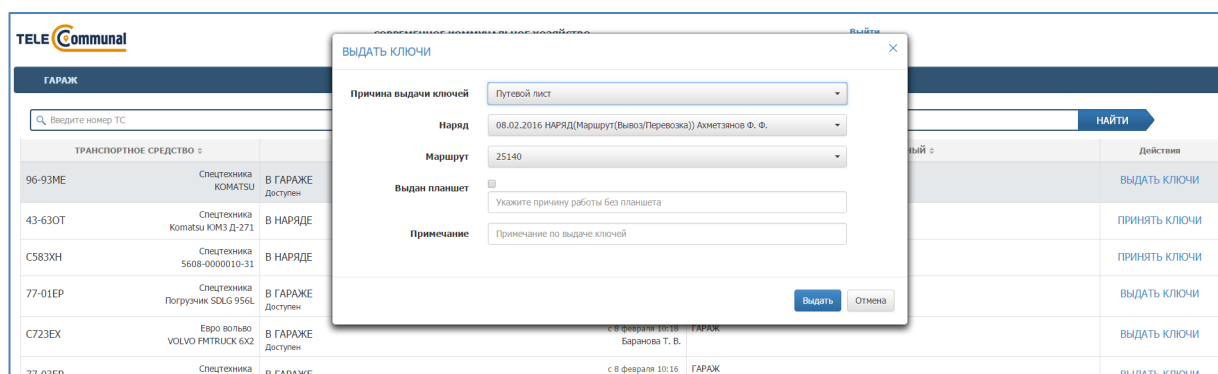

Рисунок 8. Форма выдачи ключей по причине «Путевой лист».
- При выборе причины «Путевой лист» в окне автоматически заполняются поля «Наряд», «Маршрут» (механик должен проверить соответствие этих данных с данными путевого листа). При необходимости можно заполнить поле «Примечание». Также нужно проставить чекбокс «Выдан планшет», либо указать причину выезда без планшета. Для сохранения введенных данных необходимо нажать **Выдать**, либо **Отмена** для закрытия данного окна (Рисунок 8).